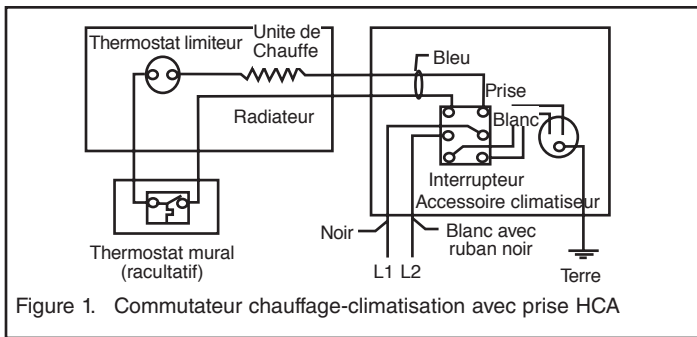

Figure 1. Commutateur chauffage-climatisation avec prise HCA
3. Connectez les fils de raccordement centraux (noirs sur les interrupteurs de 240 V, un blanc et un noir sur les interrupteurs 120 V) aux conducteurs d'alimentation et les fils bleus au thermostat et au radiateur, selon le schéma (Figure 1).